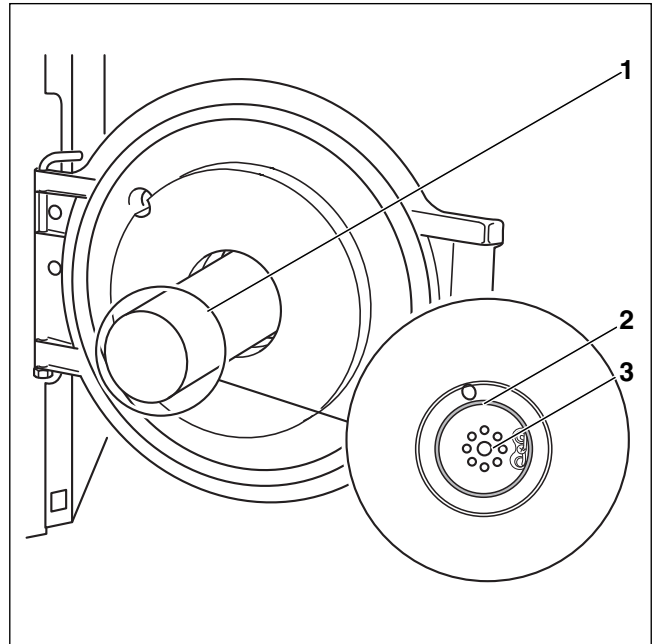

Bild 25 Korrekten Sitz des Dichtrings kontrollieren
- ▶ Korrekten Sitz über die Innenseite der Brennentür prüfen, indem Sie in das Brennerrohr (→ Bild 25, [1]) hineinschauen.
- ▶ Wenn Mischsystem (→ Bild 25, [3]) und Dichtung (→ Bild 25, [2]) in korrekter Position sitzen, so können Sie die Brennentür schließen und mit den Brennentürschrauben festschrauben.